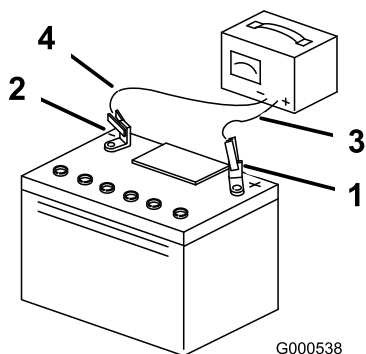

Figure 35
4. Quand la batterie est chargée au maximum, débranchez le chargeur de la prise, puis débranchez les fils du chargeur des bornes de la batterie (Figure 35).